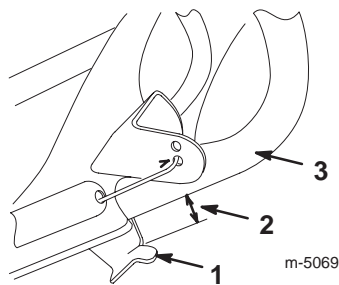
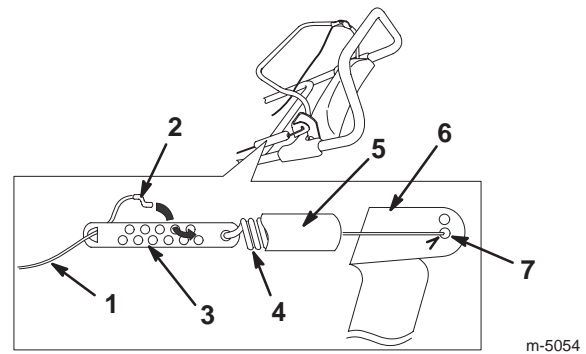

Figure 9
Figure 10
3. Vérifiez que l'écart entre le support de la barre de commande et le mancheron est compris entre 3 et 6 mm, comme indiqué dans la Figure 9.
1. Décrochez le ressort du trou central du support de la barre de commande, comme indiqué à la Figure 10.
3. Décrochez le raccord en Z du dispositif de réglage (Fig. 10) et replacez-le dans un autre trou du dispositif de réglage de manière à obtenir l'écartement voulu de 3 à 6 mm entre le support de la barre de commande et le mancheron (Fig. 9).
5. Accrochez l'extrémité du ressort dans le trou central du support de la barre de commande, comme indiqué dans la Figure 10.
Remarque : La courroie d'entraînement s'use et se détend avec le temps. Une courroie mal tendue peut glisser et réduire les performances de la machine si elle est très chargée. La courroie peut glisser après deux à trois saisons de service normal (10 à 15 heures). Si la courroie d'entraînement glisse (elle émet un grincement continu) quand la machine est très chargée, augmentez la tension en déplaçant le raccord en Z dans l'autre trou du support de la barre de commande, comme indiqué dans la Figure 10. L'écartement entre le support de la barre de commande et le mancheron doit être compris entre 3 et 6 mm.